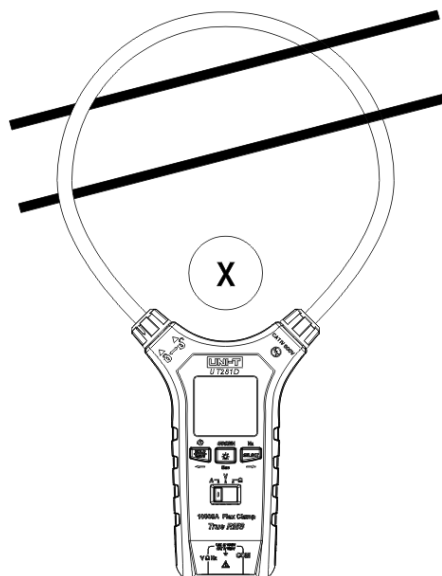

Figure 2.3
- 3) L'appareil ne peut mesurer qu'un seul conducteur de courant à la fois. Si deux conducteurs de courant ou plus sont mesurés simultanément, la lecture de mesure sera incorrecte. (voir Figure 2.3)